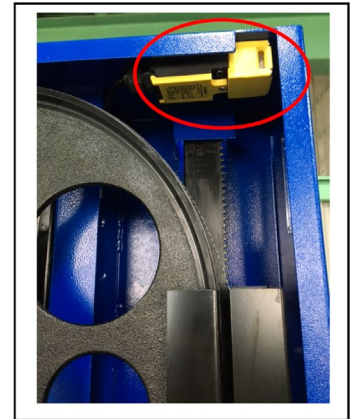

Abbildung 17
1. Grenzscharter (siehe Abbildung 17) im Inneren des Maschinengehäuses zur Unterbrechung der Stromzufuhr beim Öffnen der Klappe während des Betriebs.